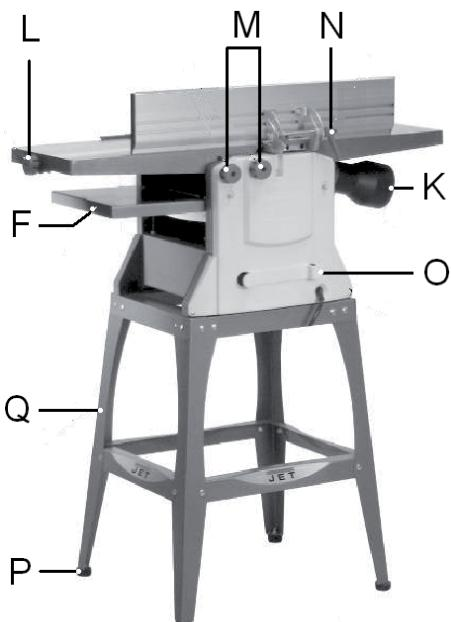

Рис. 2
- Кабель електро живлення слід обмотувати навколо гачків для зберігання (О, Рис. 2).